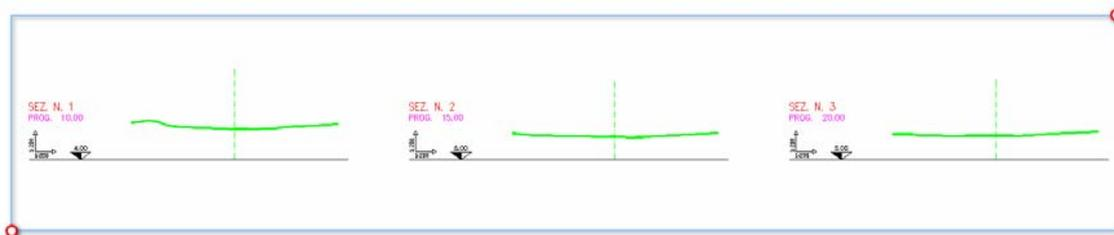

figura 1
- **Seleziona sezioni per disegno linea rossa Strada**: Seleziona mediante finestra come indicato in figura 1, tutte le sezioni nelle quali vuoi disegnare la sagoma della strada.